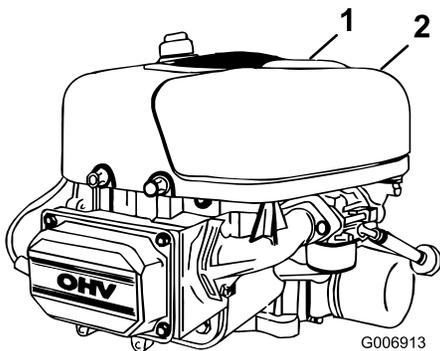

Figura 21
6. Tire hacia arriba del asa de la tapa del limpiador de aire y gírela hacia el motor (Figura 21).